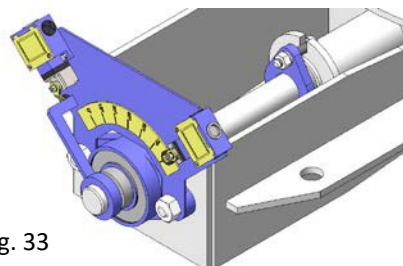

fig. 33
- Finecorsa (fig. 33)
- **Finecorsa meccanici, rilevatori induttivi e posizionatori:** installazione di finecorsa (fig. 33) o sensori induttivi per l'indicazione della posizione puntuale della valvola e posizionatori per indicare la posizione continua.